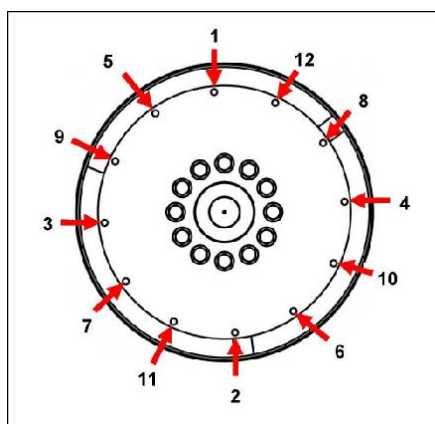

图 13. 固定顺序
10. 拆下校准销。使用头下方的大尺寸垫圈，安装耦合螺栓。按照所示顺序拧紧螺栓以将耦合盘固定到飞轮上。 图 13 位于页面 目录 24。